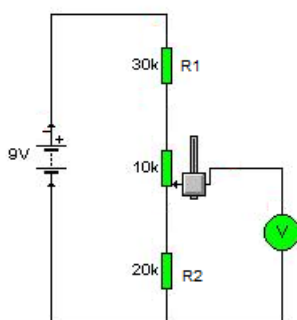

Figura 4
c) Construya un divisor de voltaje empleando un potenciómetro de $10\text{k}\Omega$ como se muestra en la Figura 4. Llene la Tabla 2 con los valores solicitados.